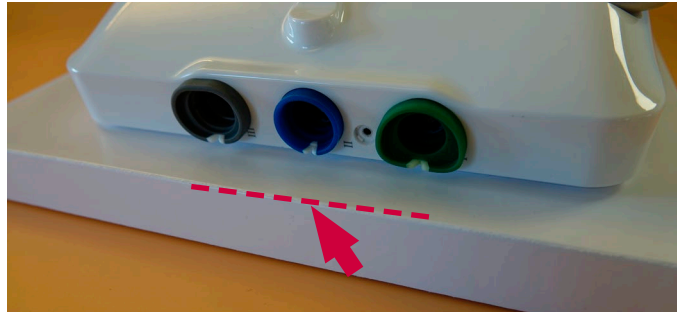

Abbildung 35 Positionieren der rückseitigen Verkleidung, beginnend auf der Seite mit den Farbringen
- c) **Bringen Sie die rückseitige Verkleidung an der Visualisierungseinheit an. Beginnen Sie dabei auf der Seite, auf der sich die Farbringe befinden (Abbildung 35)**